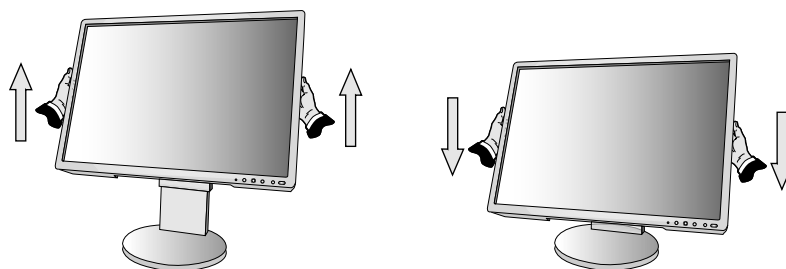

**Figura E.1**
8. Collegare il cavo di alimentazione alla presa di alimentazione (**figura E.1**).
9. Accendere il monitor con il pulsante di alimentazione frontale e il computer (**Figura E.1**).